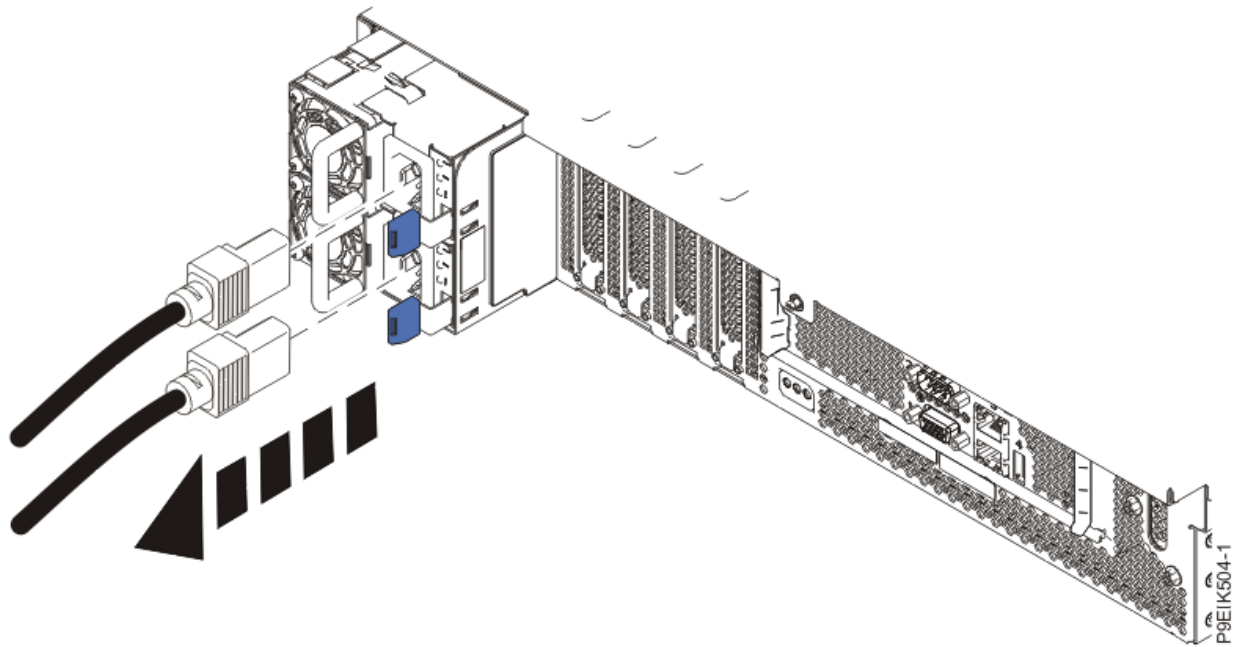

Figure 205. Retrait des cordons d'alimentation du système
4. Déconnectez les cordons d'alimentation de l'unité centrale comme illustré à la Figure 205, à la page 237.